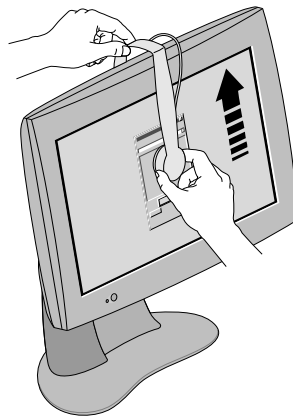

Figura 1-11 Retiro del sensor
- Retire el sensor con ambas manos, como se muestra en la Figura 1-11.